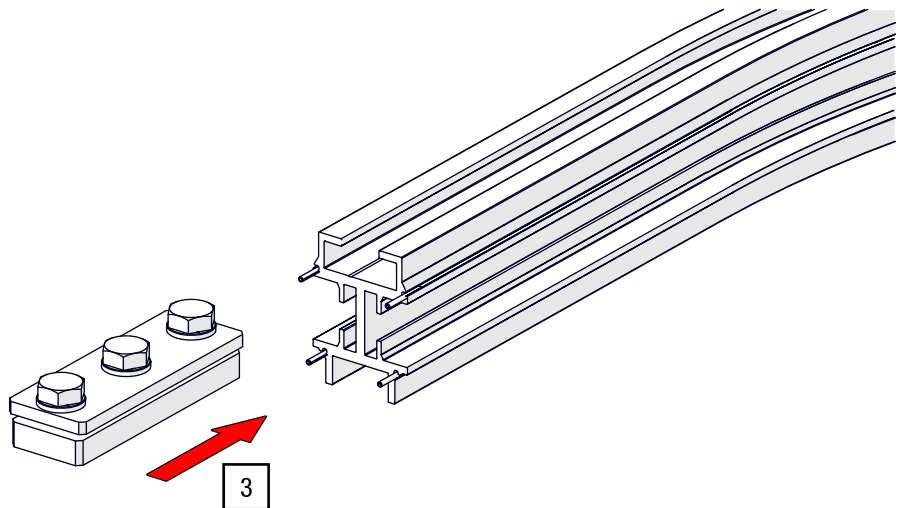

Abb. 45: Schienenverbinder – In der Schiene einfügen
3. Schieben Sie den vormontierten Schienenverbinder vollständig in den Nutenkanal eines Schienenteils (siehe Abb. 45).